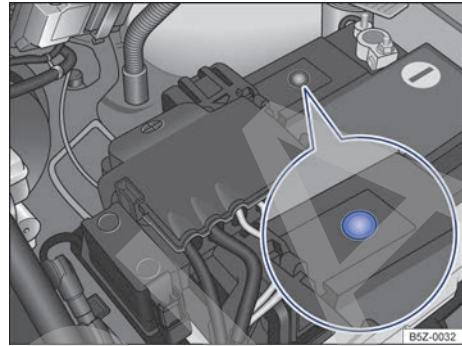

Fig. 174 En el compartimento del motor: ejemplo de posición del visor en el lado superior de la batería del vehículo.
- El visor redondo → fig. 174 en la parte superior de la batería del vehículo cambia de color dependiendo del nivel del electrolito.